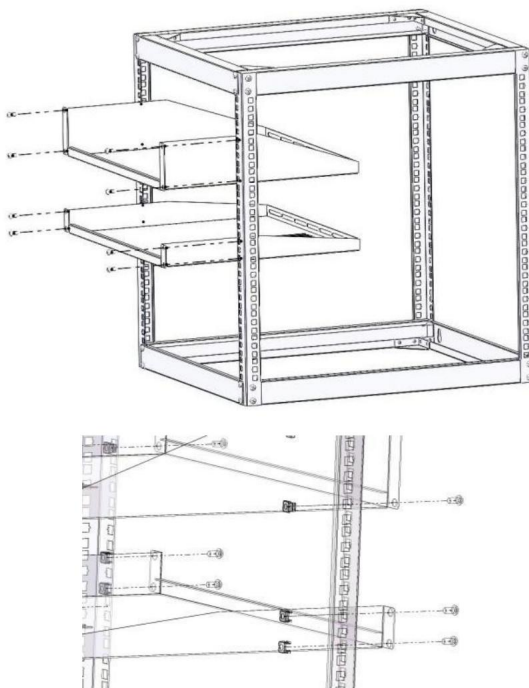

Figure 3
3. Placez la palette supérieure (2U) (6) et la palette inférieure (1U) (7) sur le rack. Fixez avec les 8 écrous cage M6 (9) et les 8 vis cruciformes M6*12 (10). (Figure 3).